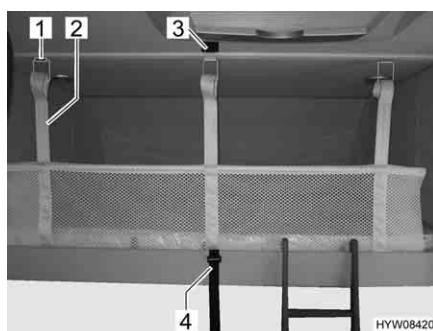

Fig. 74 Rete protettiva (montata)
- Staccare la cintura di ritegno (Fig. 74,4).
- Staccare le cinture di ritegno (Fig. 74,2) e sistemare la rete protettiva sotto il materasso.
- Assicurare il letto basculante al soffitto (Fig. 74,3) mediante la cintura di ritegno (Fig. 74,4).
*Fissaggio:* ■ Agganciare le cinture di ritegno (Fig. 74,2) ai ganci (Fig. 74,1) del soffitto.